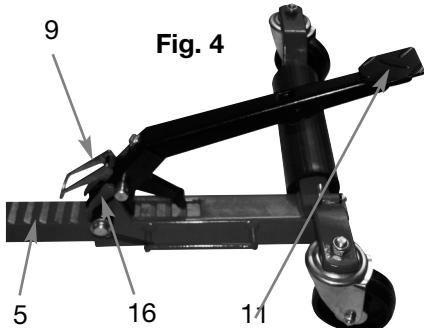

Fig. 4
5. Faites tourner le verrou (9) dans la direction opposée pour que la mâchoire de blocage avant (16) s'engage dans les dents du support de rouleau gauche (5) (**Fig. 4**).
6. Actionnez la pédale (11) (**Fig. 4**) pour que les rouleaux des ensembles de pieds de base entrent en contact avec la circonference du pneu. Encore une fois, assurez-vous que le pneu est correctement aligné avec l'aide à la manœuvre. Continuez à activer le pédalier jusqu'à ce que le pneu soit soulevé à environ 2,5 cm du sol.